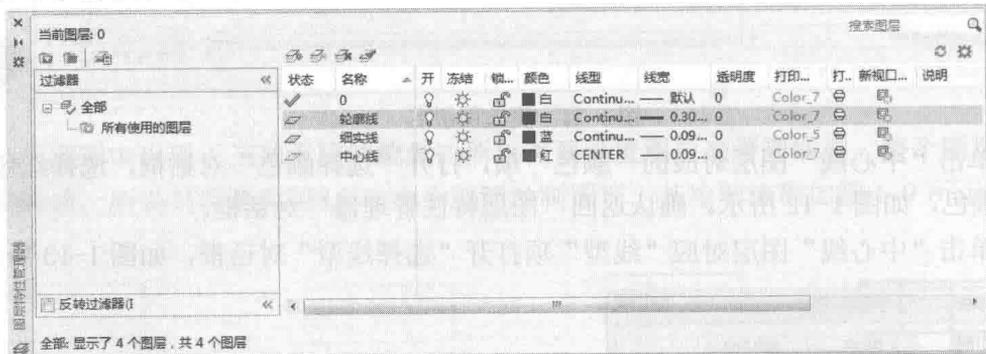

图 1-16 设置图层
⑦用相同的方法再建立另一个新层，命名为“轮廓线”和“细实线”。“轮廓线”层的颜色设置为黑色，线型为 Continuous（实线），线宽为 0.30mm；“细实线”层的颜色设置为蓝色，线型为 Continuous（实线），线宽为 0.09mm；并且让两个图层均处于打开、解冻和解锁状态。各项设置如图 1-16 所示。